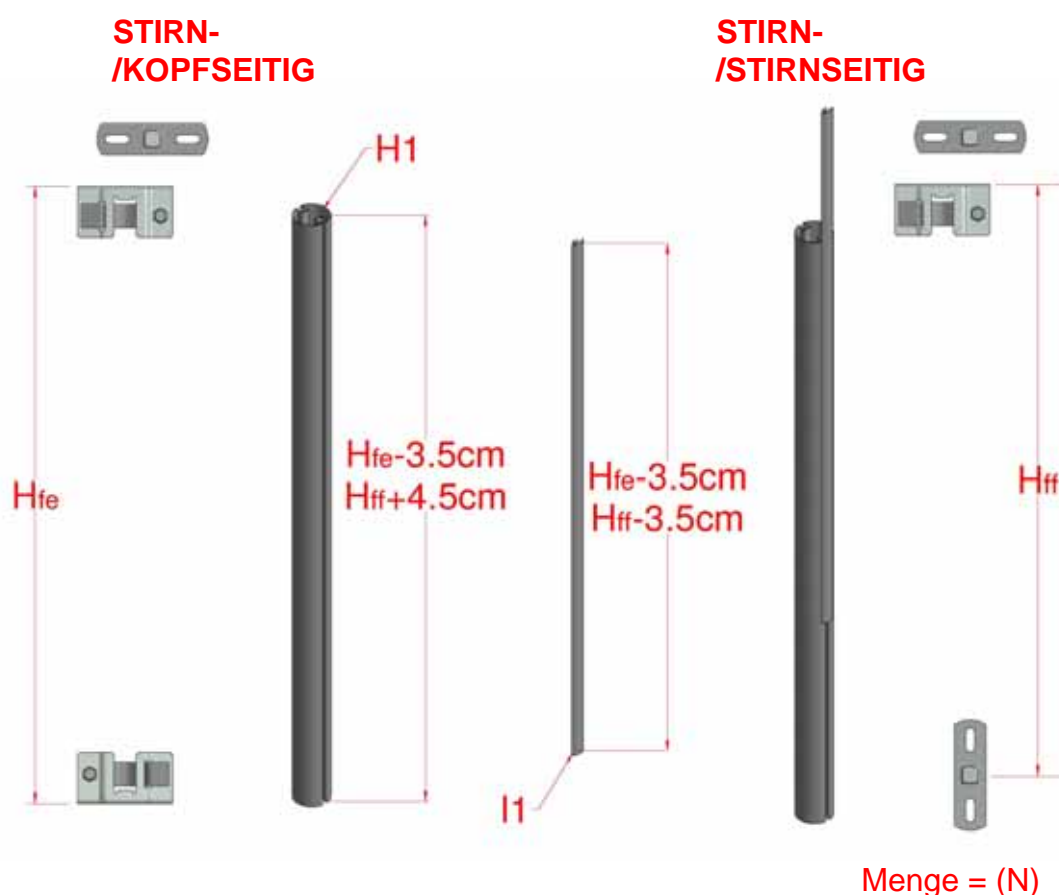

Abbildung 6: Inneres Führungsrohr
- 2.6 Schneiden Sie die Führungsrohre (H1) auf die richtige Länge (siehe Abbildung 6) zu und schieben Sie den Schutzeinsatz (I1) in die Rohrrille. Die vorzubereitende Anzahl an inneren Führungsrohren entspricht der Anzahl der Hallenfelder des Systems plus 1 (d. h. Menge = $N+1$).